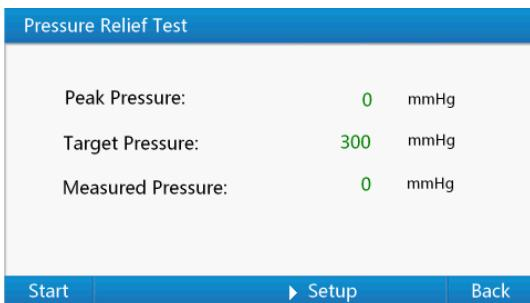

Figura 12 Interfaccia del test di scarico della pressione
- 1) Usare i tasti su o giù all'interno di “**Pressure Test Menu**” per selezionare “**Pressure Relief**”, quindi premere il “**tasto di Invio**” per accedere all'interfaccia “**Pressure Relief Test**” mostrata nella Figura 12. Per l'accesso rapido a questa interfaccia è possibile utilizzare il tasto numerico “**2**”. All'interno di questa interfaccia, premendo il “**tasto Indietro**” è possibile tornare a “**Pressure Test Menu**”.